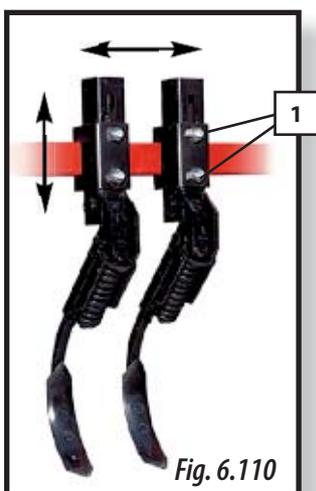

Fig. 6.110
- 1-** Aflojar las tuercas de fijación (1, Fig. 6.110).
- 3-** Fijar la posición mediante las tuercas (1, Fig. 6.110).
AJUSTAR HORIZONTALMENTE LOS BORRAHUELLAS PARA QUE COINCIDAN CON LAS RUEDAS DEL TRACTOR, Y VERTICALMENTE PARA QUE SE CLAVEN LO SUFICIENTE PARA BORRAR LAS HUELLAS DEL TRACTOR (Fig. 6.110).